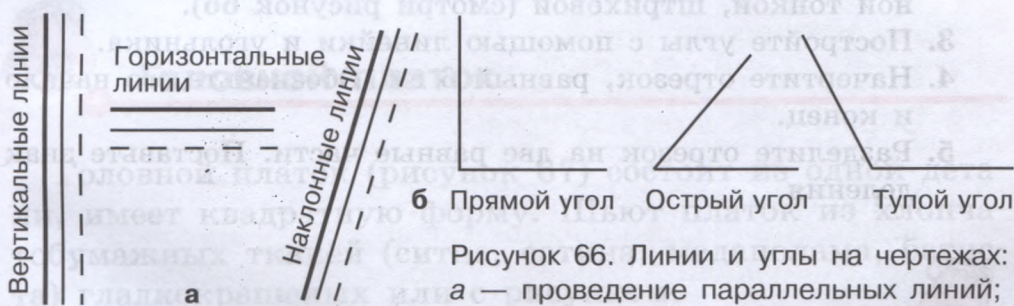

Рисунок 66. Линии и углы на чертежах:
С помощью линейки и угольника проводят прямые линии в вертикальном и горизонтальном направлениях, наклонные и штриховые линии (рисунки 65, 66, а). Применяя линейку и угольник, строят прямые углы (рисунок 66, б). Кривые линии выполняют от руки.
2. Начертите прямые линии в горизонтальном и вертикальном направлениях сплошной основной линией, сплошной тонкой, штриховой (смотри рисунок 66).